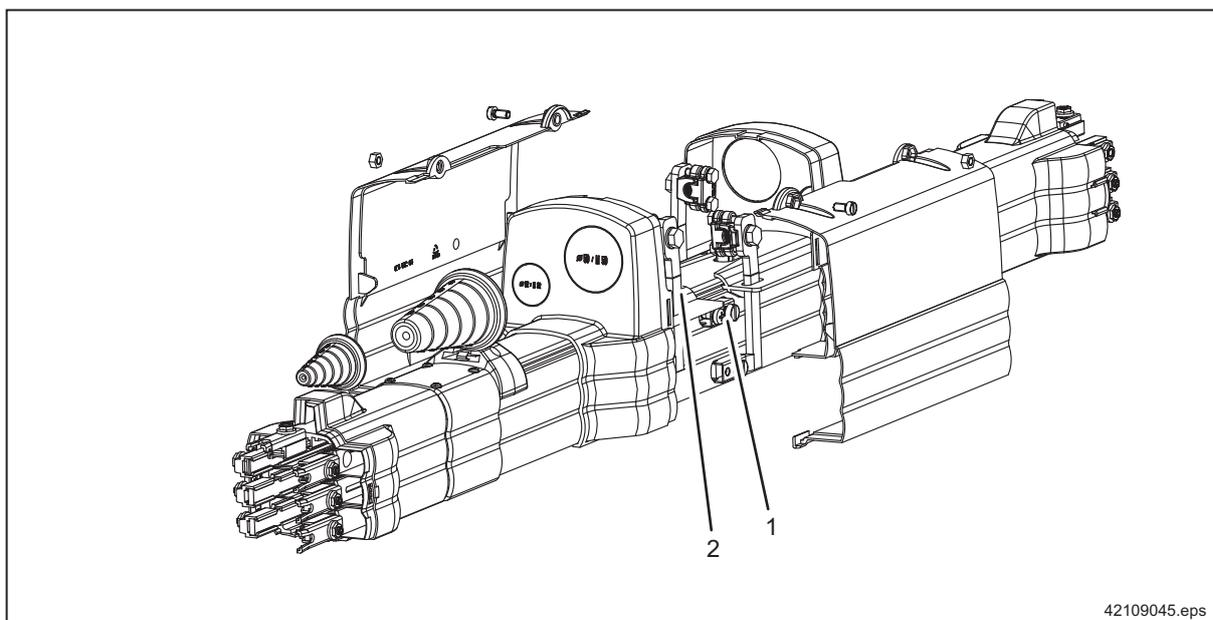

Fig. 25
Avec **borne de serrage** (1), ⇒ Fig. 25, Page 30: